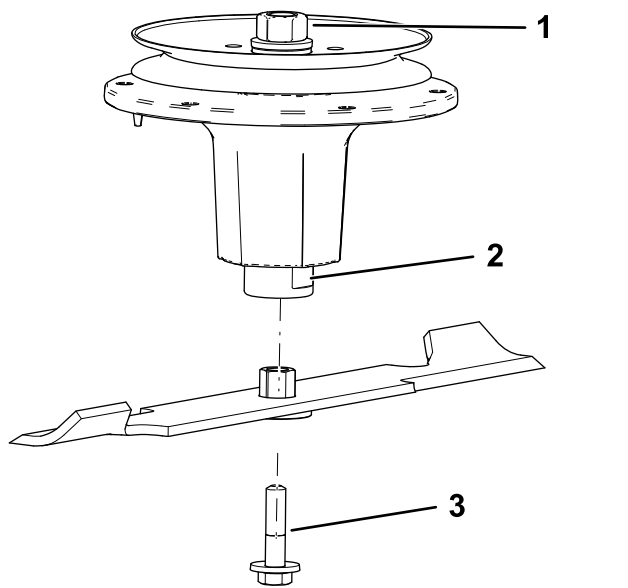

Figura 79
2. Instale el conjunto de casquillo/cuchilla en el eje (Figura 79).